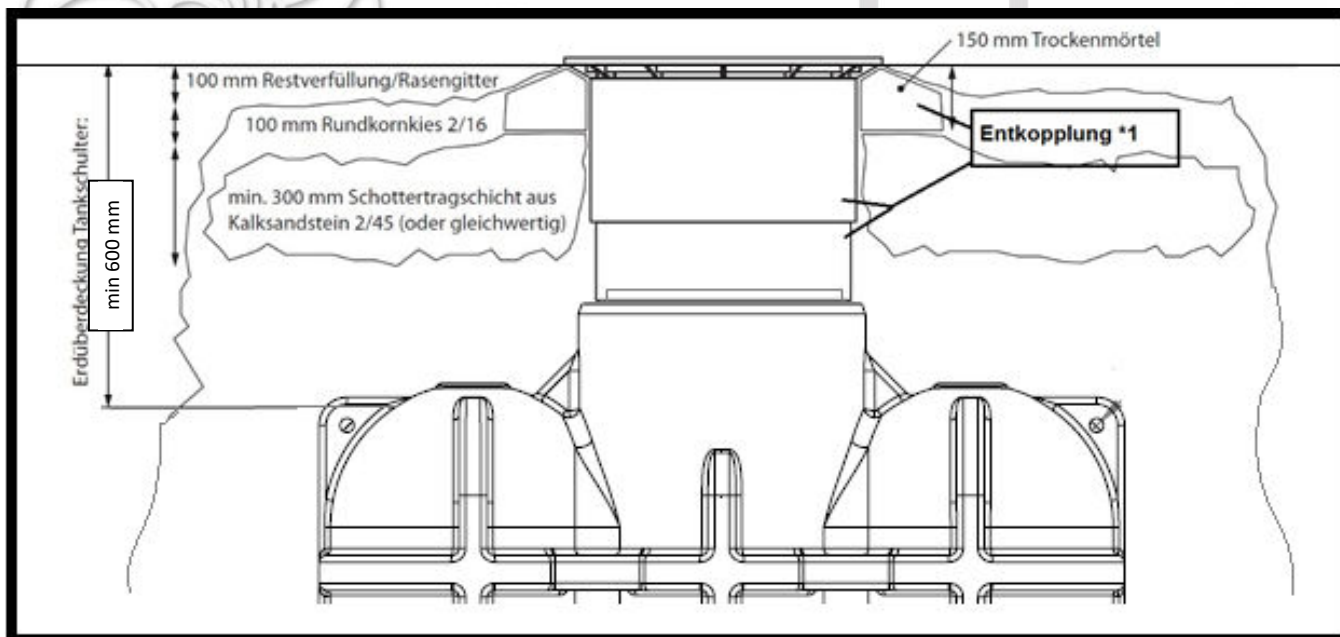

Abbildung 5: Bauseitige Herstellung eines befahrbaren Überbaus mit Teleskopdom oder Teleskopsegmentes
- Ergänzend zur Schottertragschicht wird **unterhalb des Rahmens der Abdeckung** eine ca. 150 mm hohe Unterfütterung aus Trockenmörtel (Fertigmischung aus dem Baumarkt) aufgebracht. Diese Schicht muss umlaufend min. 200 mm breit sein und ist direkt am Teleskopdom auszuführen. **Entkopplung *1 Abbildung5**